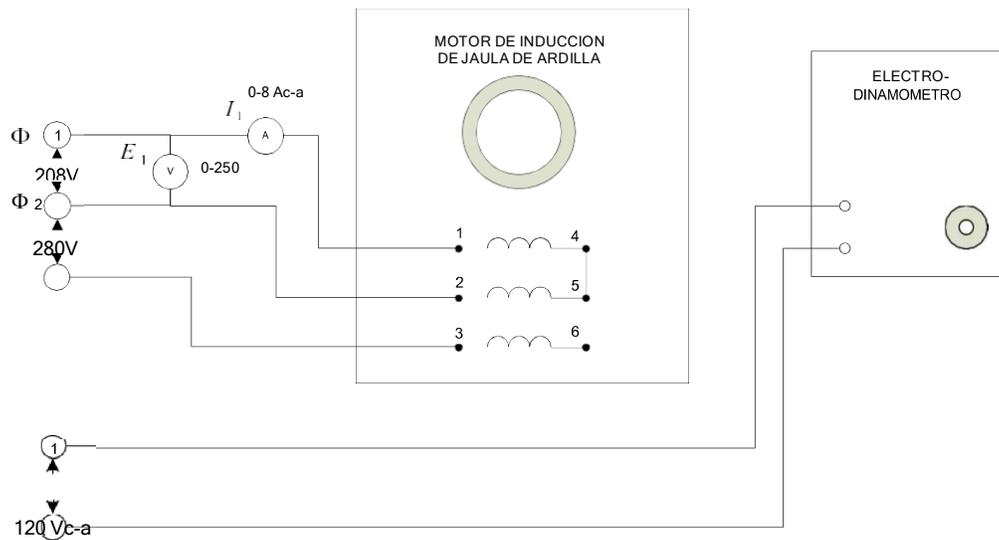

FIGURA 2
6.- Conecte el circuito que aparece en la figura 2, observe que ahora se utiliza la salida trifásica fija de la fuente de alimentación, terminales 1,2 Y 3.